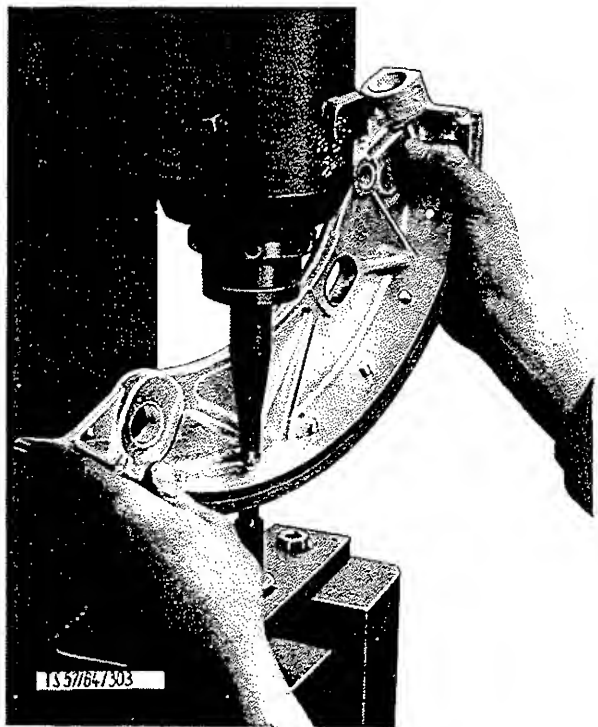

BILD 26: Aufnieten der Bremsbeläge
- b) Um Risse im Bremsbelag zu vermeiden, sollen die Nieten nicht gehämmert, sondern auf einer Nietmaschine genietet werden. (Bild 26) «Mit dem Nieten ist in der Belagmitte zu beginnen und abwechselnd nach beiden Enden fortzufahren.